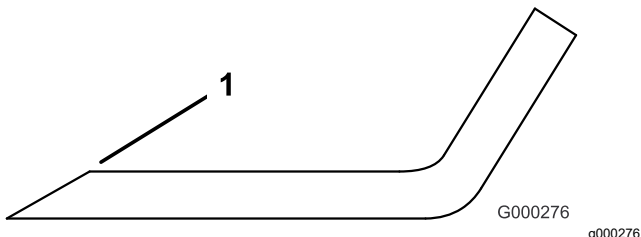

Figura 92
3. Inspeccione los filos de corte de todas las cuchillas, y afílelos si están romos o tienen mellas (Figura 92).
Nota: Afile únicamente la parte superior del filo y mantenga el ángulo de corte original para asegurar un filo correcto (Figura 92). La cuchilla permanece equilibrada si se retira la misma cantidad de metal de ambos filos de corte.